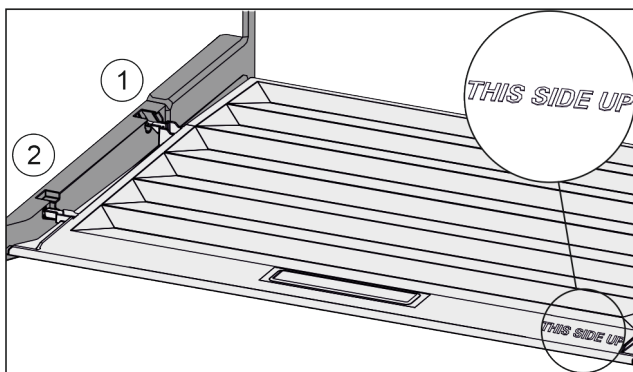

Fig. 97
- ▶ Výstupky víka zaveďte do zadních držáků Fig. 97 (1) a vpředu zaklesněte do držáku Fig. 97 (2).